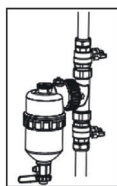

Рис. 5
5. Присоедините корпус сепаратора к тройнику и вручную затяните накидную гайку на тройнике (не перетягивайте). Корпус сепаратора должен быть установлен вертикально. Слив дренажного крана должен быть направлен вниз. (Рис. 5)